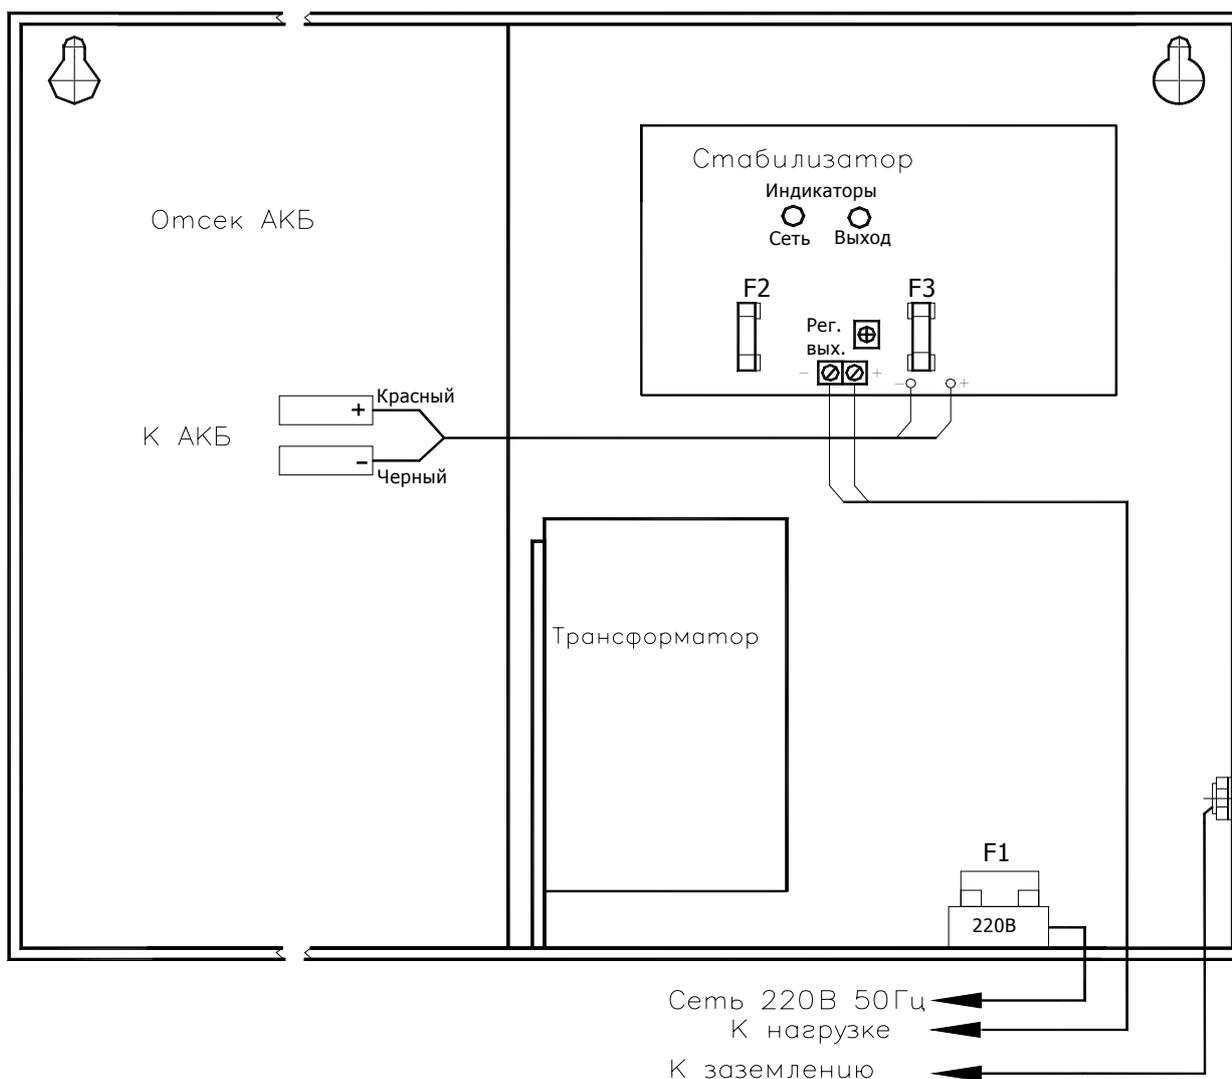

Рис.1 Схема подключения БРП-12.
3.3 Нагрузку подключить к клеммной колодке «+ -» на плате с соблюдением полярности. Заземлить корпус, подключить кабель сетевого питания к колодке «**220В**» на корпусе блока. Схема подключения приведена на рис.1.